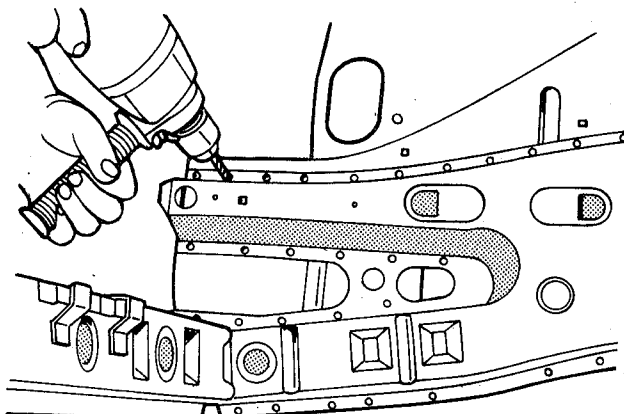

fig. 81
2. Furar os pontos de solda na união da longarina e saia do pára-lama (fig. 81)